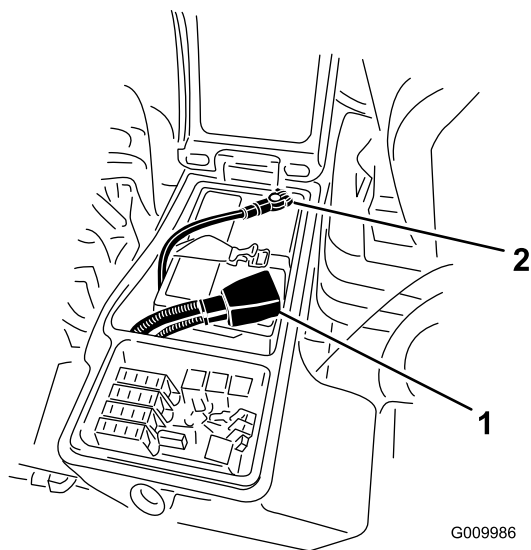

Figure 36
4. Raccordez le câble positif (rouge) de la batterie à la borne positive (+) et le câble négatif (noir) à la borne négative (-) (Figure 36). Fixez les câbles aux bornes avec les vis et les écrous. Assurez-vous que le collier du câble positif (+) est bien engagé sur la borne de la batterie et que le câble est placé tout près de la batterie. Le câble ne doit pas toucher le couvercle de la batterie. Placez le capuchon en caoutchouc sur la borne positive pour éviter les courts-circuits.